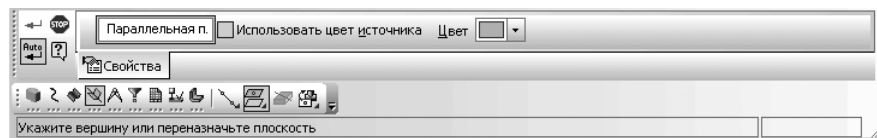

Рис. 8.10. **Панель свойств: Плоскость через вершину параллельно другой плоскости**, **Компактная панель** и строка сообщений
- переместите указатель мыши с нажатой левой кнопкой мыши на кнопку **Плоскость через вершину параллельно другой плоскости** и отпустите кнопку мыши. Появится **Панель свойств: Плоскость через вершину параллельно другой плоскости** (рис. 8.10). Одновременно появится подсказка: **Укажите плоскость или вершину**.